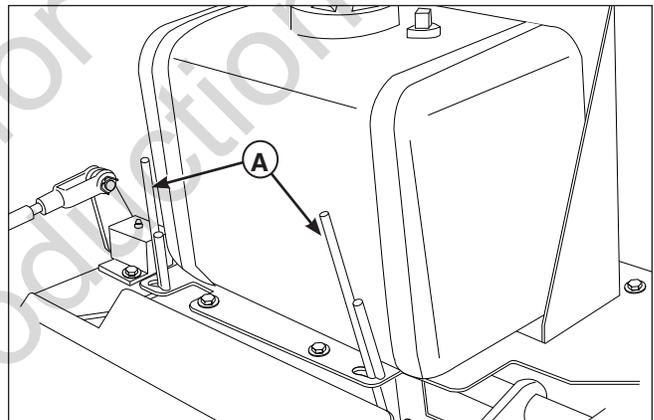

Figure 9. Dérivation du système hydraulique
2. Pour débrayer les transmissions (position de roue libre), tirer les leviers de débrayage hydraulique (A, figure 9) situés sur l'avant du réservoir d'essence. Enclencher dans la position montrée sur la figure 9.